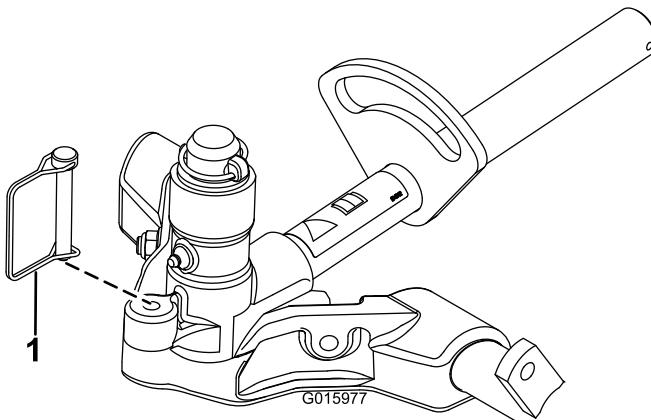

Bild 17
12. Befestigen Sie das Gelenkjoch mit dem Einraststift am Trägerrahmen, um die Lenkung an den Schneideeinheiten zu arretieren (Bild 17).